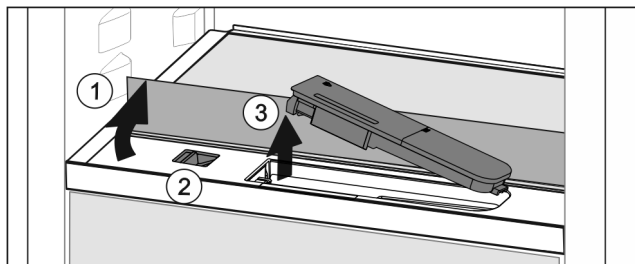

Fig. 59
- 抬起玻璃隔板，将其向后翻转至止挡 Fig. 59 (1)。
- 向左推滑块 Fig. 59 (2)。
- 取出水箱 Fig. 59 (3)。